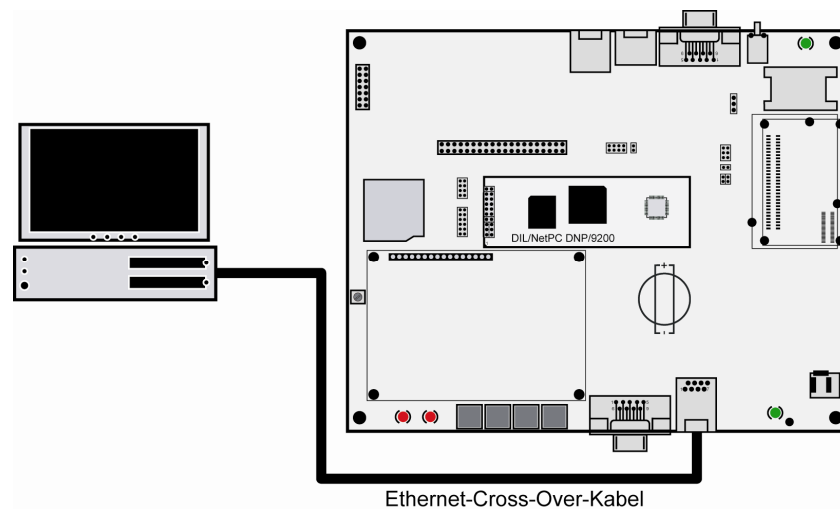

Abb. 2: Ethernet-Verbindung mit Cross-Over-Kabel
**Hinweis:** Für die Ethernet-Verbindung in **Abb. 2** ist zwingend ein Cross-Over-Kabel erforderlich. Verwenden Sie kein gewöhnliches Patch-Kabel. Ethernet-Patch- und Cross-Over-Kabel sind in den meisten Fällen optisch nicht voneinander zu unterscheiden. Die interne Verdrahtung ist aber vollständig unterschiedlich. Ein Vertauschen dieser Kabeltypen führt zu LAN-Fehlfunktionen. Beachten Sie daher unbedingt den Aufdruck des Kabels oder der Verpackung.